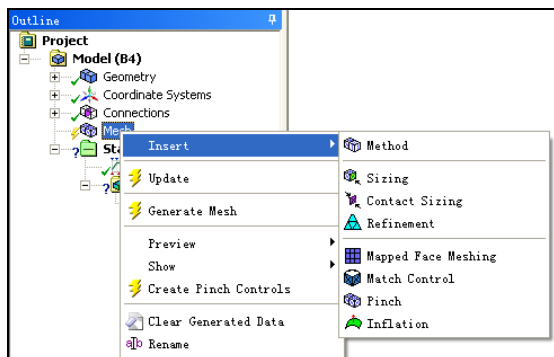
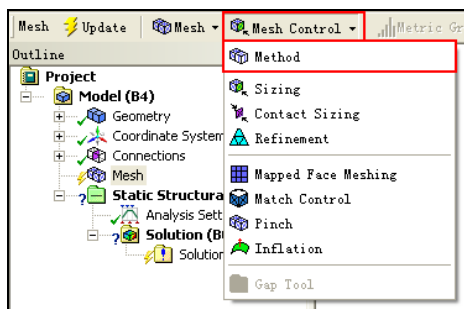

图 3-32 Mesh 快捷菜单
图 3-33 Mesh 工具栏
**步骤 01** 右击 Mesh，如图 3-32 所示，在弹出的快捷菜单中选择 Insert（插入）→Method（方法）命令，或者如图 3-33 所示，选择 Mesh Control（网格控制）→Method（方法）命令。